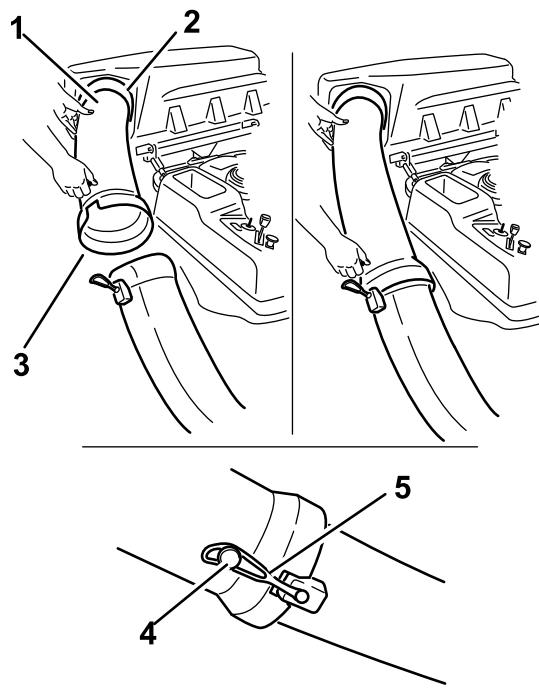

Bild 41
1. Schieben Sie das gekrümmte Ende des Auswurfrohrs in die Öffnung in der Abdeckung des Heckfangsystems (Bild 41).
2. Schieben Sie das breite Ende des Auswurfrohrs über das Ende des Auswurfkanals. Schieben Sie die Gummihalterung auf den Auswurfkanal, bis sie über dem Stift am Auswurfrohr einrastet, und der Auswurfkanal befestigt ist (Bild 41).